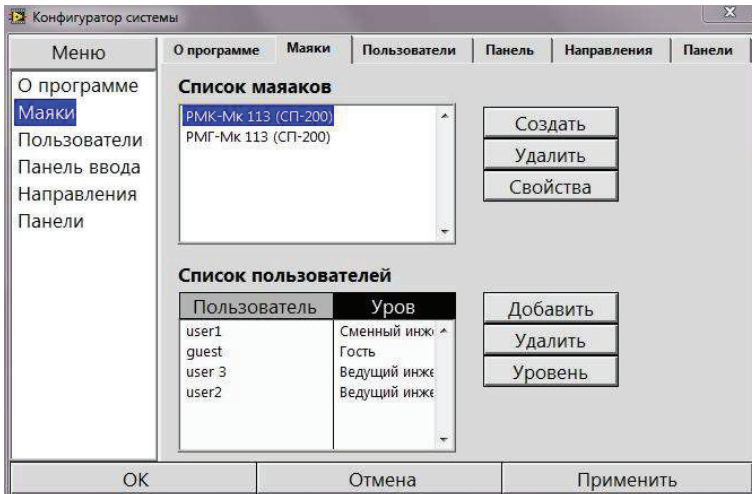

Рис. 9-4 Панель "Маяки"
**Дисплей**—это монитор АДУ, реализованный в виде отдельного окна, на котором отображается вся информация о маяках (рисунок 9-4). Для того чтобы открыть это окно, следует дважды нажать левой кнопкой мыши на мониторе в главном интерфейсе программы.